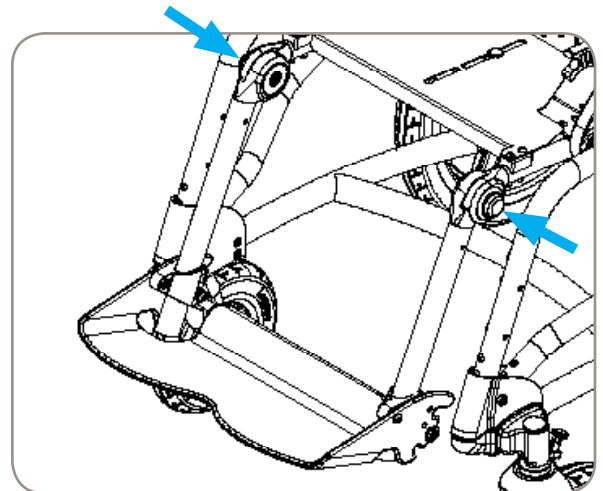

Figura 7
1. Mantenga presionados los botones en el exterior de cada barra de ajuste, consulte la Figura 7.